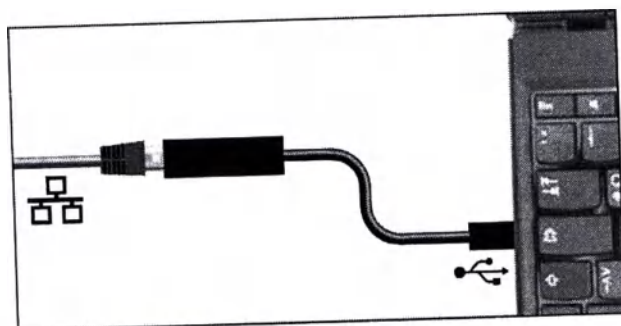

Рис. 8 Конвертер Ethernet-USB
- Конвертер Ethernet-USB (Рис. 8). С его помощью возможно соединение Ethernet-порта устройства (см. стр. 13) с USB-портом компьютера/ноутбука.